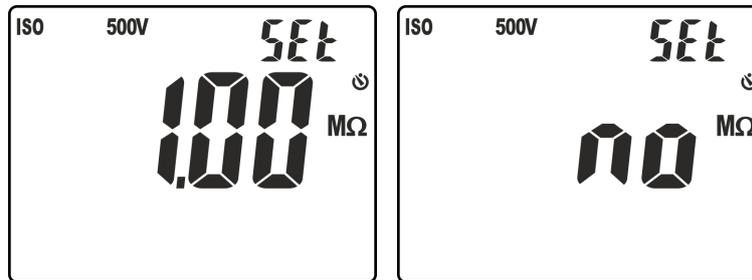

Fig. 16: Configuration du seuil limite de la mesure d'isolement
5. Cliquer sur les touches $\blacktriangledown/\text{☼}$ ou $\blacktriangle/\text{ZERO}$ pour sélectionner la valeur parmi les options: **0.10M Ω** , **0.230M Ω** , **0.50M Ω** , **1.00M Ω** , **100M Ω** , **no**. L'option « no » indique que le seuil n'est pas configuré (voir Fig. 16)
4. Cliquer sur la touche **VTEST/LIM** et la maintenir enfoncée (>2s) pour configurer le seuil **minimum** sur la mesure. Le symbole « Set » clignote sur l'écran. Cliquer sur les touches **▼/☼** ou **▲/ZERO** pour sélectionner la valeur parmi les options: **0.10MΩ, 0.230MΩ, 0.50MΩ, 1.00MΩ, 100MΩ, no**. L'option « no » indique que le seuil n'est pas configuré (voir Fig. 16)
4. Cliquer sur la touche **VTEST/LIM** et la maintenir enfoncée (>2s) pour configurer le seuil **minimum** sur la mesure. Le symbole « Set » clignote sur l'écran. Cliquer sur les touches **▼/⚡** ou **▲/ZERO** pour sélectionner la valeur parmi les options: **0.10MΩ, 0.230MΩ, 0.50MΩ, 1.00MΩ, 100MΩ, no**. L'option « no » indique que le seuil n'est pas configuré (voir Fig. 16)